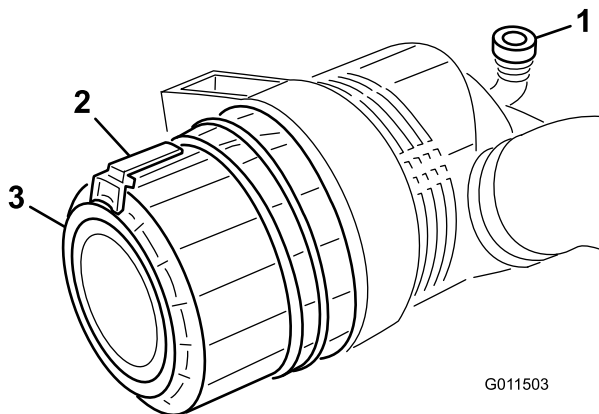

Figure 50
Faites l'entretien du filtre à air quand l'indicateur de colmatage (Figure 50) est rouge ou toutes les 400 heures (plus fréquemment si vous travaillez dans une atmosphère extrêmement poussiéreuse ou sale). N'effectuez pas l'entretien du filtre à air trop souvent.
1. Tirez le verrou vers l'extérieur et tournez le couvercle du filtre à air dans le sens antihoraire. Enlevez le couvercle du corps (Figure 50). Nettoyez l'intérieur du couvercle du filtre à air.
- Réarmez l'indicateur de colmatage (Figure 50) s'il est rouge.